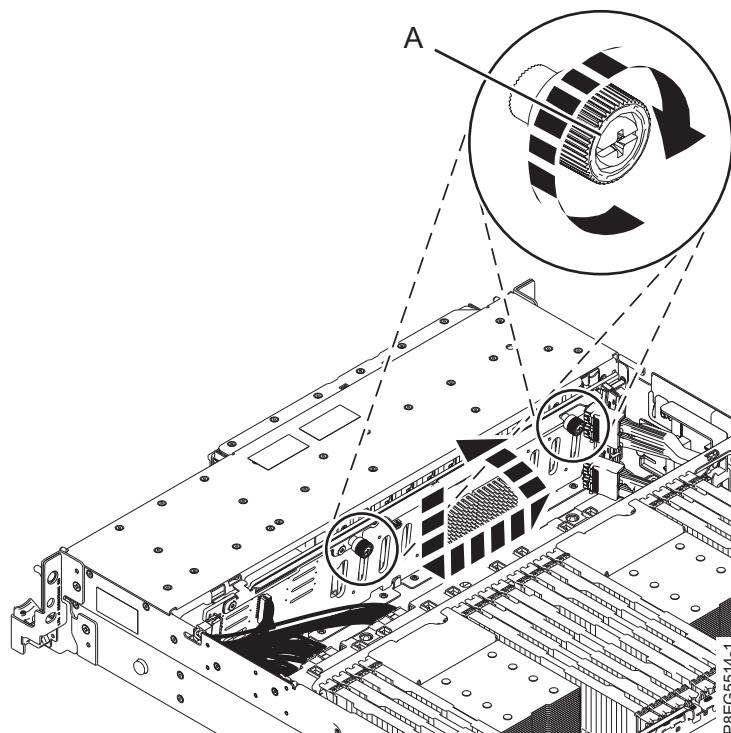

Figura 19. Prendendo o painel traseiro da unidade de disco
4. Conclua a instalação do painel traseiro agora. Use a base na parte superior do painel traseiro da unidade de disco e vire-o para a frente do sistema. Incline o painel traseiro para trás e abaixe-o no chassi. Alinhe os recortes do painel traseiro com as guias no chassi para inseri-lo no sistema. Desloque o painel traseiro levemente para prendê-lo no lugar, conforme é mostrado em Figura 19 na página 21.
5. Aperte cuidadosamente os parafusos de aperto manual (A) até que cada um esteja preso ao chassi do sistema.